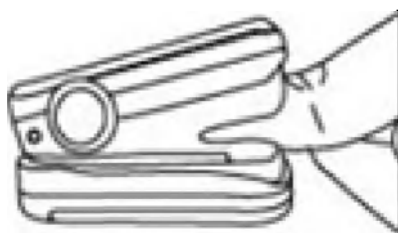

Рис. 8. Размещение пальца при измерении
- Палец должен быть размещен правильно (см. Рис. 8), так как в противном случае возможно получение неточных результатов измерений.